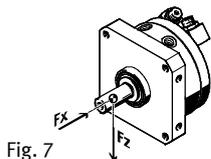

Fig. 7
- Se till att följande värden hålls när den rörliga massan fästs (Fig. 7):